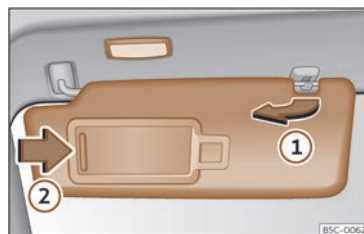

Fig. 105 Parasol.
- O parasol pode sacarse da fixación e xirarse cara á porta»» fig. 105 (1).